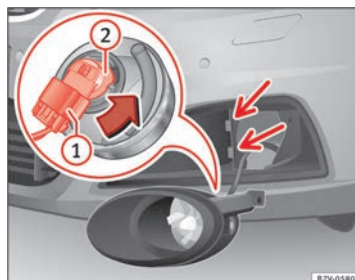

Fig. 210 Sostituzione delle lampadine dei fari.
4. Inclinare leggermente il faro in avanti ed estrarlo dagli alloggiamenti laterali ⇒ fig. 210 (freccie piccole).
5. Sbloccare il connettore ⇒ fig. 210 ① e rimuoverlo.
6. Ruotare il portalamпада ⇒ fig. 210 ② fino a fine corsa in senso antiorario, nella direzione indicata dalla freccia, ed estrarlo insieme alla lampadina, tirando all'indietro.
9. Collegare il connettore ⇒ fig. 210 ① al portalamпада ⇒ fig. 210 ②. Il connettore deve incastrarsi emettendo un "clic".
10. Inserire il faro negli alloggiamenti ⇒ fig. 210 (freccie piccole) e inclinarlo all'indietro.